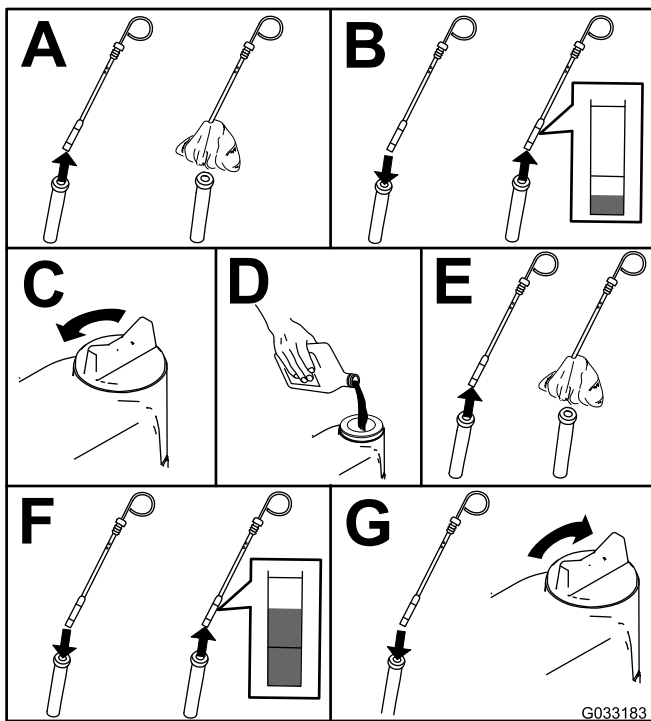

Bild 49
2. Prüfen Sie den Ölstand im Motor (**Bild 49**).